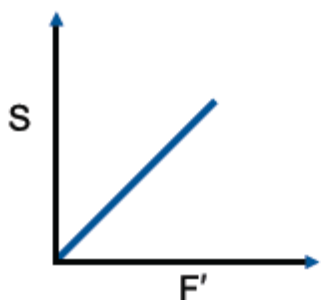
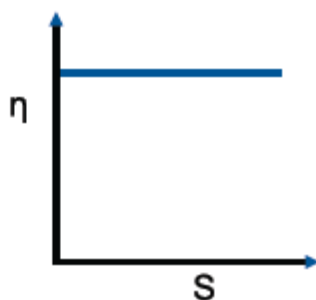

figure 4
figure 5
Le type de flux décrit ci-dessus est vrai pour les fluides newtoniens seulement. Les graphiques suivants montrent comment ce type de produit se comporte. La figure 4 montre la relation linéaire entre la vitesse de cisaillement (F) et la contrainte de cisaillement (S). La figure 5 montre comment la viscosité reste constante (en supposant que la température est maintenue constante) avec différentes vitesses de cisaillement.